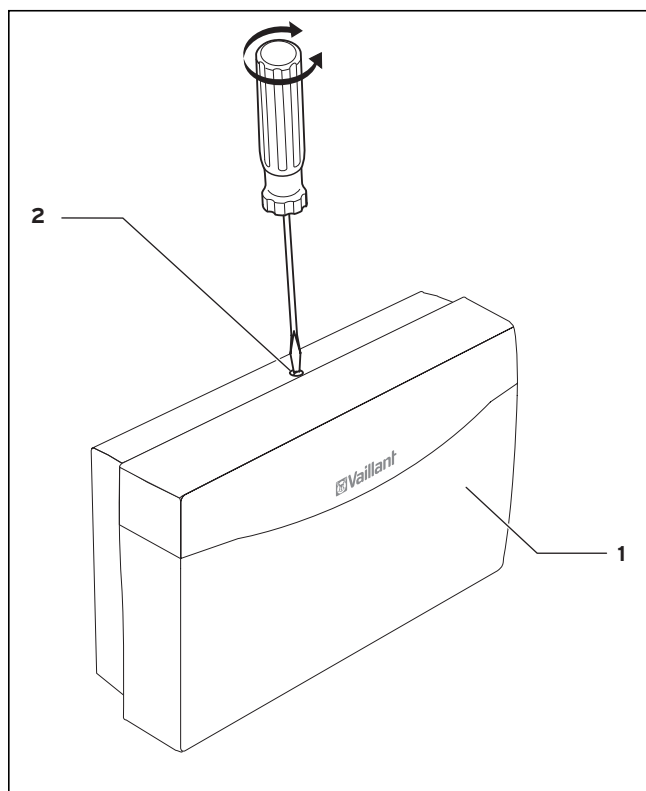

Рис. 5.1 Открывание корпуса
- ⇒ Отметьте на соответствующем месте обе точки крепежа в соответствии с крепежными отверстиями (2).
- ⇒ Привинтите крышку корпуса согласно рис. 5.1.